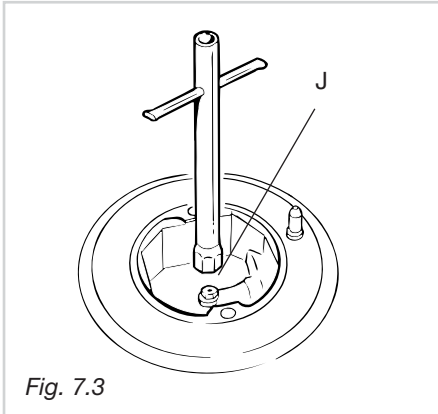

Fig. 7.3
- Con una llave tubular de 7 desenroscar las boquillas "J" (fig. 7.3 - 7.4) y substituirlos con los idóneos al gas que se va a utilizar.